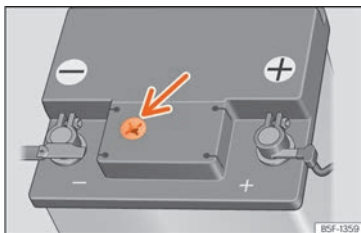

Fig. 217 Mirilla en la parte superior de la batería de 12 voltios (representación esquemática).
- Compruebe el indicador de color de la mirilla en la parte superior de la batería »» **fig. 217**.